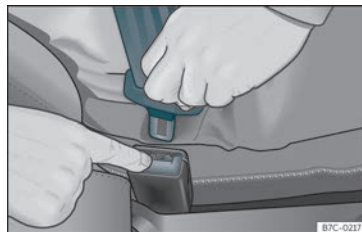

Fig. 10 Soltar a lingueta do peito do cinto.
- Prema a tecla vermella no peche »» **fig. 10**. A lingüeta saltará do peche.